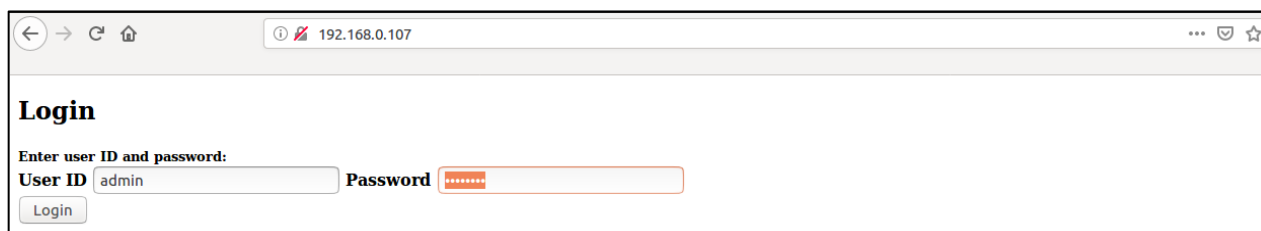

Рисунок 9 – Авторизация через Web-браузер
- 2 В открывшемся окне введите логин и пароль (рисунок 9)